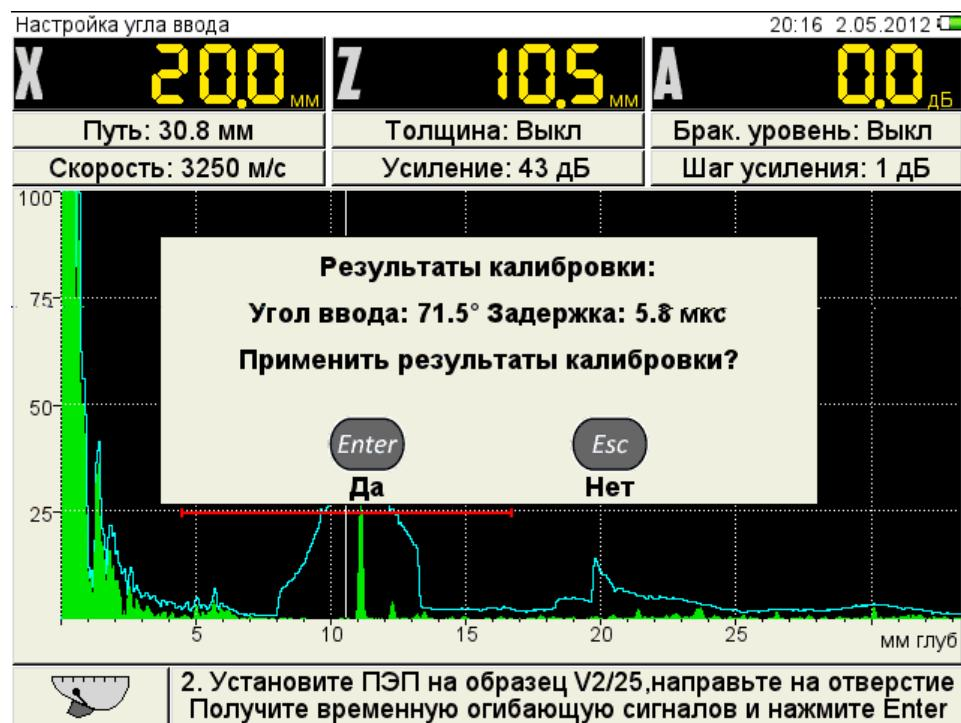

Рисунок 11
- подтвердить принятие результатов калибровки - или отказаться от результатов калибровки - (рисунок 11).